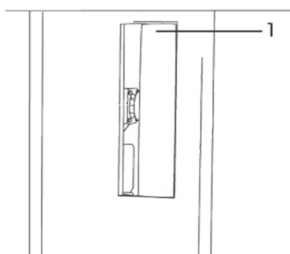

Fig. 15 – Retirando la tapa de la mesa
- 2 - Retire la tapa de la mesa (1) tirando la misma, fig. 15;